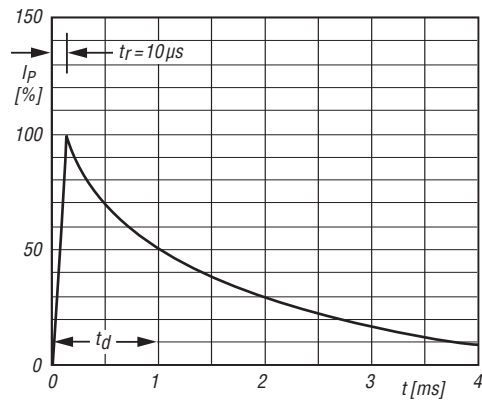

Bild 3: Form des Testimpulses; Anstiegszeit $t_r = 10 \mu s$, t_d kennzeichnet die Zeit beim Abstieg bis zur halben maximalen Amplitude.
3) $10 \mu\text{s}$ Anstiegszeit, 1 ms Abfallzeit bis zum halben Maximalwert (Bild 3)